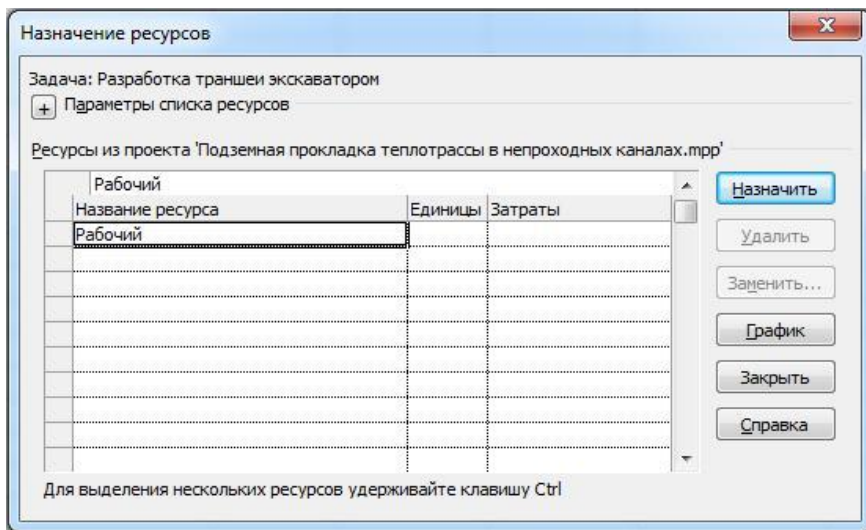

Рис. 21 Отображение введенного ресурса в окне «Назначение ресурсов»
6) Теперь данный ресурс отображается в окне «Назначение ресурсов» (рис. 21);